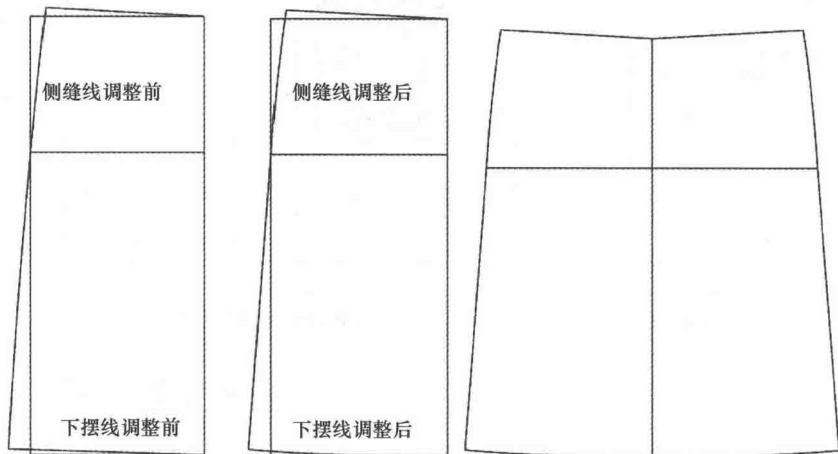

图6-43 对称复制
(6) 选择  【智能笔】工具连接腰口线和侧缝线，并用  【调整】工具调顺侧缝线。然后选择  【对称】工具按着【Shift】键进入【对称复制】功能。将结构图对称复制(图6-43)。